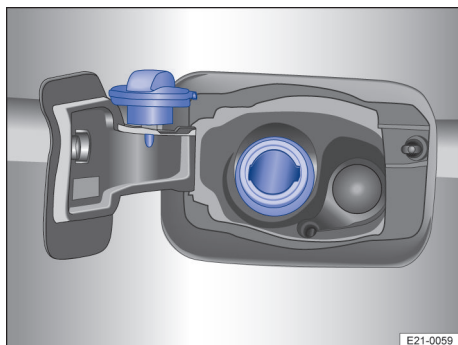

Fig. 163 Pe partea stângă a autovehiculului: Clapeta rezervorului cu bușonul rezervorului de combustibil deschis.
4. Deșurubați capacul rezervorului de combustibil și introduceți-l în orificiul prevăzut de pe clapeta rezervorului → fig. 163.